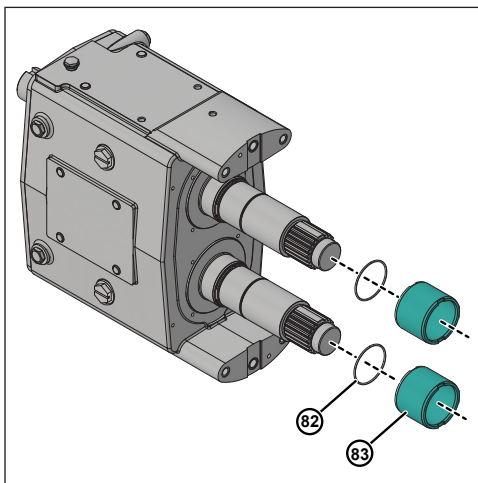

Abbildung 115 - Dichtungen und O-Ringe entfernen
- Entfernen Sie die beiden Hülsen (83) und entfernen Sie die beiden Wellen-O-Ringe (82) von der Welle, wie in Abbildung 115 dargestellt.